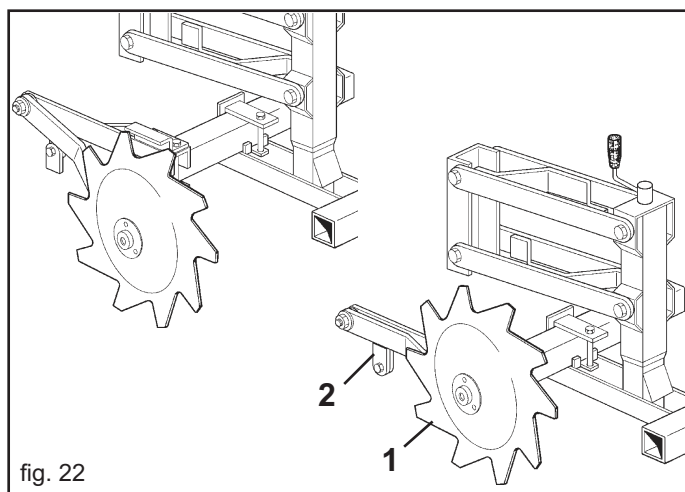

fig. 22
Versiunea cu discuri dințate (Fig. 22) este eficace pentru precizia și fragilitatea cu care lucrează în apropierea plantelor, și pentru capacitatea de a efectua în cel mai bun mod îndepărtarea diverselor tipuri de dăunători. Permite de asemenea o viteză mai mare de lucru. În timpul lucrului este posibilă excluderea discului dințat (1, Fig. 22) utilizând opritorul (2).